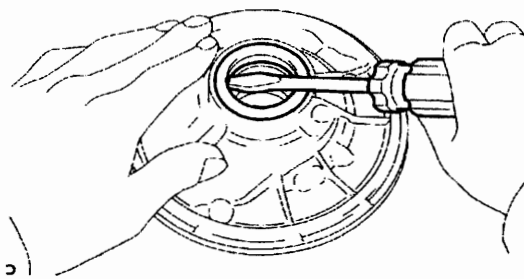
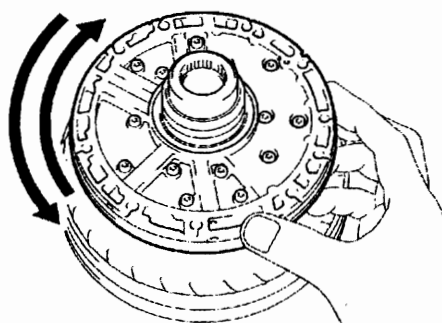

图 12-1-110
图 12-1-112
(11) 如图 12-1-110 所示, 用螺丝刀拆下机油泵油封。注意: 小心不要损坏衬套和机油泵体。
(4) 安装前机油泵驱动齿轮。如图 12-1-110 所示, 将 ATF 涂到驱动齿轮上, 将驱动齿轮安装到机油泵体上。
(5) 将 O 形圈安装到机油泵体上。
(6) 安装定子轴总成。对正定子轴和各个螺栓孔, 安装 14 个螺栓, 拧紧力矩为 $12\text{N}\cdot\text{m}$ 。
(7) 安装离合鼓油密封环。将 ATF 涂到 3 个油密封环上, 同时挤压 3 个油密封环的端部, 弯曲距离为 8mm 或更小, 然后将其安装到定子轴槽中。注意: 不要过度展开环端部。安装油密封环后, 检查它们是否转动自如。
(8) 如图 12-1-112 所示, 检查机油泵驱动齿轮, 应转动自如。从变矩器离合器上拆下机油泵总成。
(9) 将 O 形圈安装到油泵总成上。